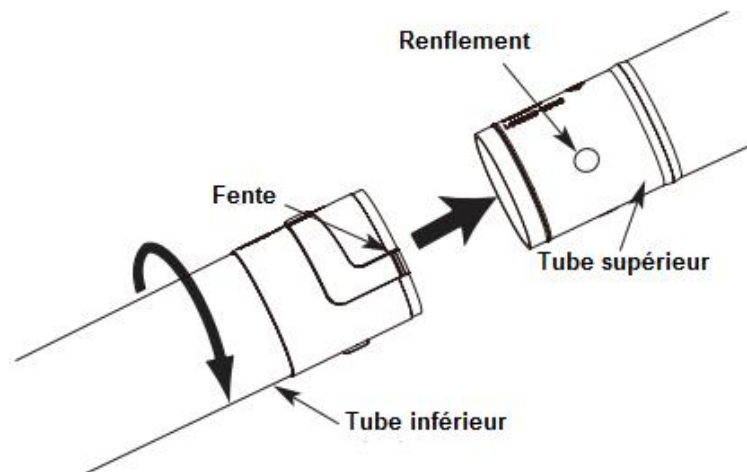

Fig. 2
- Alignez les fentes du tube inférieur avec les renflements à l'extrémité du tube supérieur (Fig. 2).
- Installez le tube de soufflage inférieur sur le tube de soufflage supérieur (Fig. 2).
- Tout en tenant le tube supérieur, tournez le tube inférieur dans le sens des aiguilles d'une montre jusqu'à ce qu'il se verrouille en place (Fig. 2).